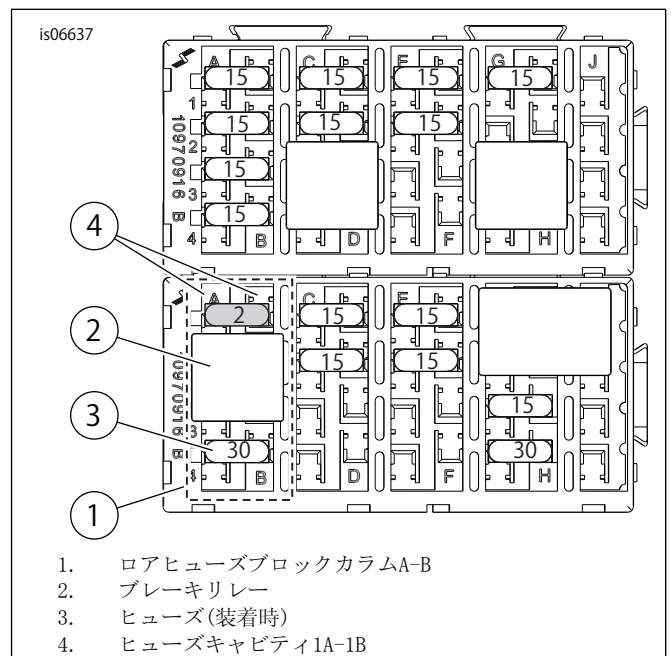

図14。P&A IGNヒューズキャビティ (2008年以降のTouringモデル)
- 「図14」を参照してください。ロアヒューズブロック(1)上のヒューズキャビティ1A-1B(カバーに「P&AIGN」「2A MAX」と記載)を見つけます。現在コラムA-Bに取り付けられているブレーキリレー(2)とヒューズ(3、存在する場合)を取り外し、それぞれの位置をメモします。